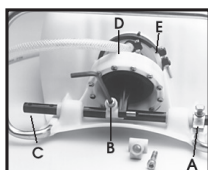

Figura 1
1. Con una llave de tuerca de 13mm, saque los tornillos de la manilla y suelte la placa superior (A), y saque los dos tornillos de cabeza Allen (B) que unen las piezas conectadas a la vara de la bomba. Figura 1.